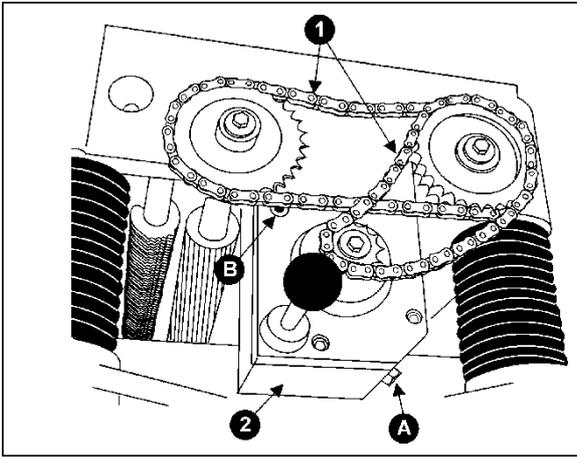

Рис. 31
1. Открутить сливную пробку (A, см. Рис. 31) с помощью гаечного ключа на 14 мм и снять крышку заливной горловины (B, см. Рис. 31). Слить отработанное масло.
2. Затянуть сливную пробку (A, см. Рис. 31).
3. Залить через отверстие новое масло (B, см. Рис. 31).
4. Затянуть крышку заливной горловины (B, см. Рис. 31).